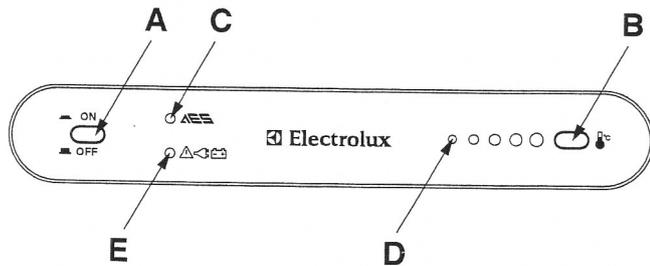

Fig. 1
La Fig.1 montre le tableau de commande. Pour mettre le réfrigérateur en marche, enfoncer l'interrupteur général (A). La diode AES (C) s'allume alors en vert pour indiquer que le système AES fonctionne. Le bouton poussoir (B) est pour sa part utilisé pour régler le thermostat, tandis que les diodes (D) indiquent la température choisie. Dès qu'il y a besoin de réfrigération, le sélecteur AES choisi la source d'énergie optimale.
ATTENTION: Les flammes nues étant interdites dans les stations-service, il est préférable, si vous n'êtes pas sûr que votre arrêt n'excédera pas 15 minutes, de couper l'interrupteur général (A), Fig.1, lorsque vous stoppez pour faire le plein.
Le système AES est conçu pour garantir un maximum de rendement frigorifique dans toutes les situations. C'est pourquoi la tension d'alimentation est surveillée en continu, indépendamment du fait que le réfrigérateur fonctionne sur 12 V ou 230 V. Si la tension est insuffisante, le système passe en fonctionnement au gaz, ce qui est indiqué par la diode jaune (E), Fig. 1, et demeure sur cette source d'alimentation jusqu'à ce que la tension soit revenue à son niveau normal.
Les numéros de repérage renvoient à la Fig. 1.
1. Mettez l'interrupteur (A). Fig. 1, sur «OFF».